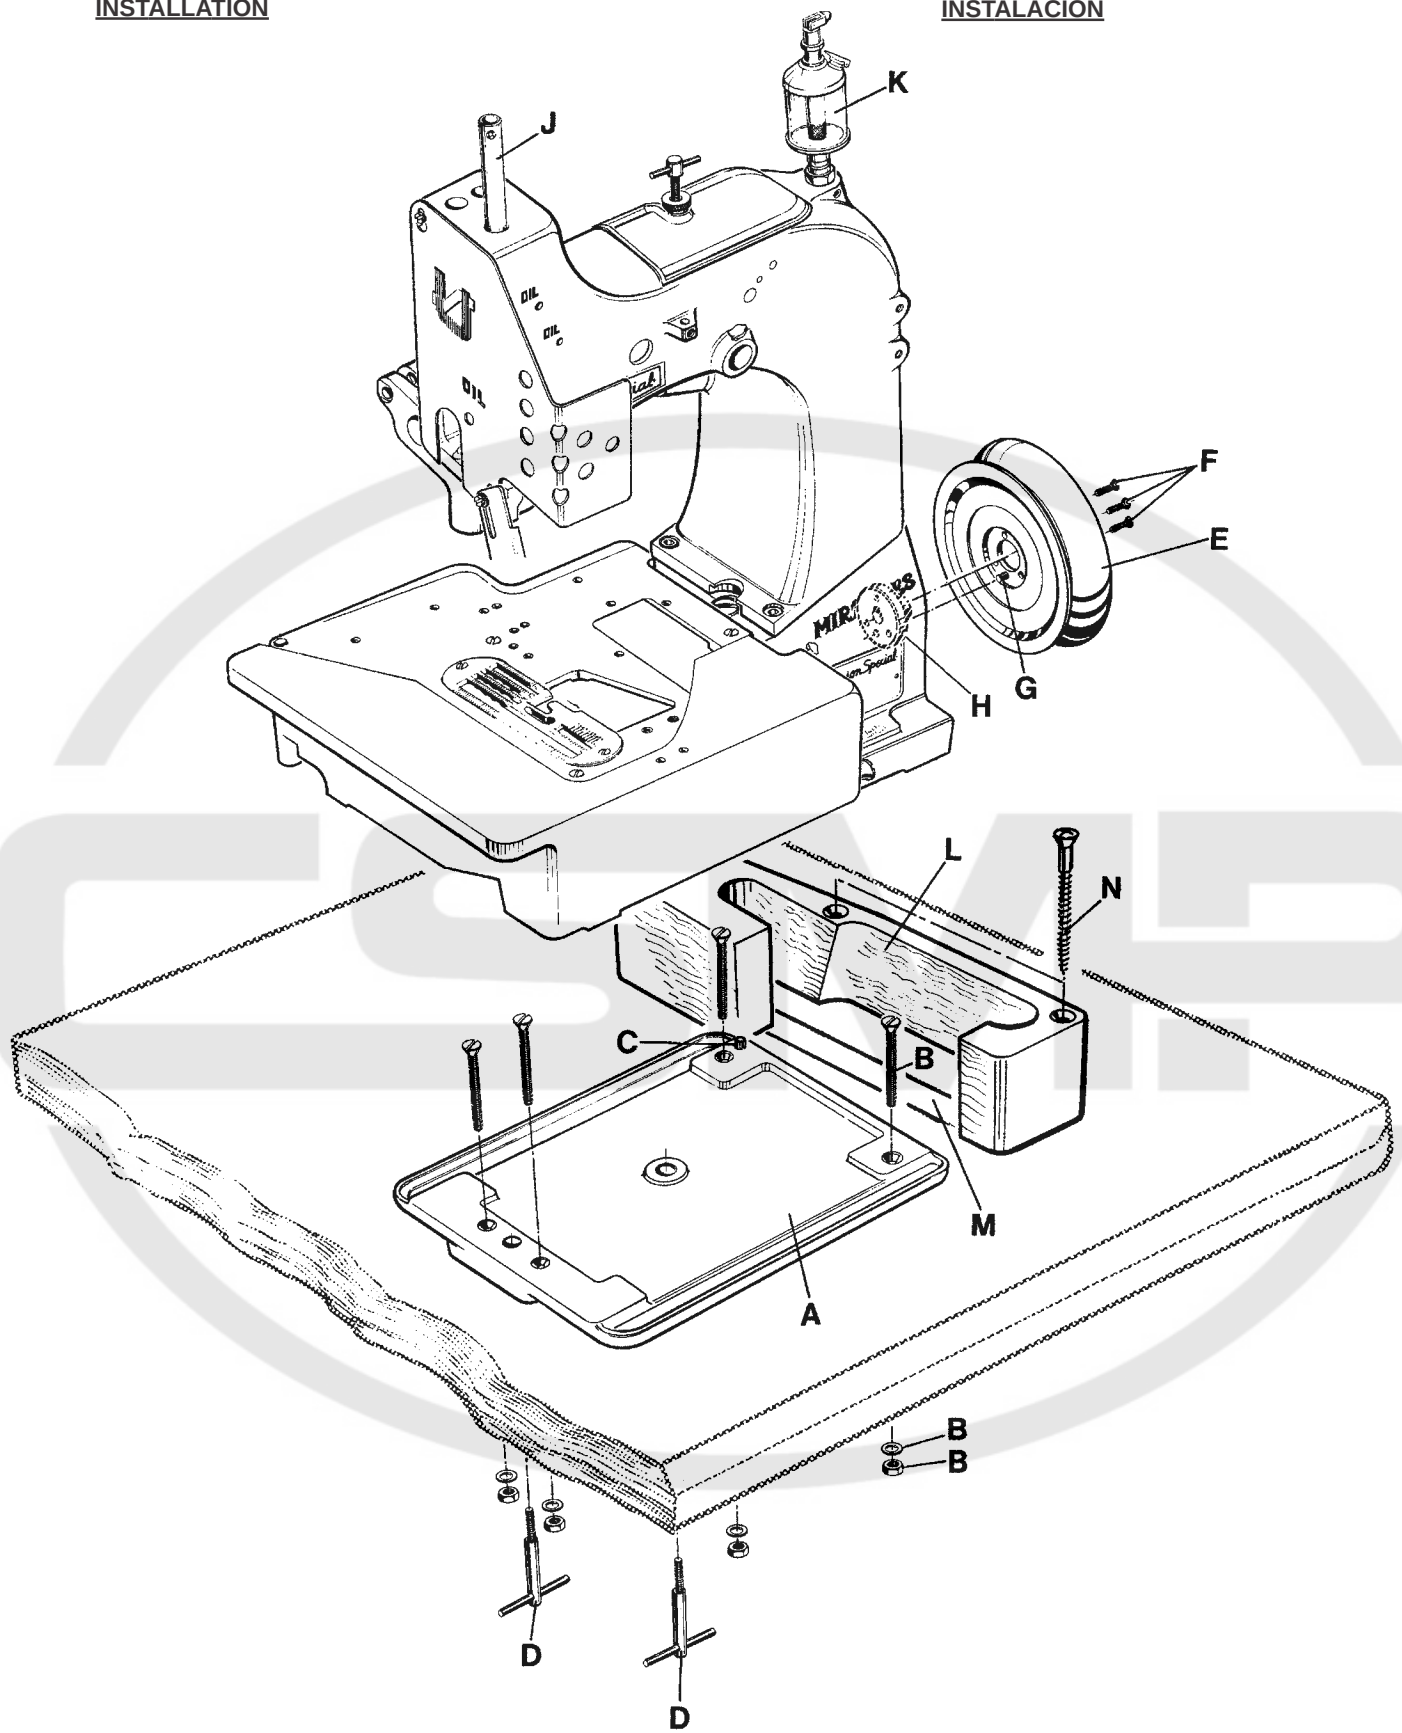
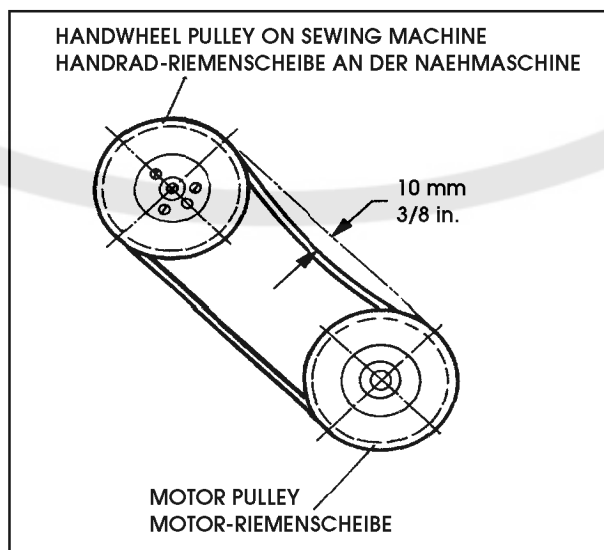

Fig. 1
Fig. 2
2. Mount the base plate (A, Fig. 1) with four screws, nuts and washers (B) in the provided holes on the table board.
3. Place the sewing machine on the base plate so that the roll pin (C) in the base plate engages with the right rear hole in the machine base.
4. Fasten the sewing machine with the two T-screws (D) on the base plate.
6. Assemble the handwheel pulley (E) with three countersunk screws (F) to the sewing machine. Pin (G) must engage with the hole in hub (H).
7. Screw in needle bar guard (J).
8. Screw in sight feed oiler (K).
9. Align the handwheel belt guard (L) with the V-belt slot (M) in the table board and with the handwheel pulley and fasten it with two wood screws (N) on the table board.
10. Dismount motor belt guard. Place the V-belt around the motor pulley and slue the motor to tense the belt. The tension on the V-belt is correct, when with moderate finger pressure it will deflect approx. 10 mm (3/8 in.) midway between handwheel pulley on the sewing machine and motor pulley (see Fig. 2). Remount motor belt guard.
2. Monte la placa de base (A, Fig. 1) con los 4 tornillos, tuercas y arandelas (B) en los huecos previstos en la tabla de la mesa.
3. Coloque la maquina sobre la base, de manera que el pasador de regulación (C) en la placa base, encaje en el hueco derecho trasero de la base de la máquina.
4. Asegure la máquina de coser con los 2 tornillos T (D) en la placa de base.
6. Monte el volante (E) con los 3 tornillos remache (F) a la máquina de coser. El pasador (G) debe encajar en el hueco de la parte central del volante (H).
7. Atornille el protector de la barra de aguja (J).
8. Asegure la aceitera (K).
9. Alinie el guarda correa del volante (L) con la perforación para la correa en la mesa (M) y con la rueda del volante y sujételo con los 2 tornillos para madera (N) a la mesa.
10. Desmonte el guarda correa del motor. Coloque la correa en V alrededor del volante y ajuste el motor para tensar la correa. La tensión de la correa en V será la correcta cuando ejerciendo presión moderada con el dedo ceda en aprox. 10mm (3/8 pulgada) en la mitad entre la rueda del volante en la maquina de coser y la rueda del motor (Ver Fig. 2). Coloque nuevamente el guarda correa del motor.